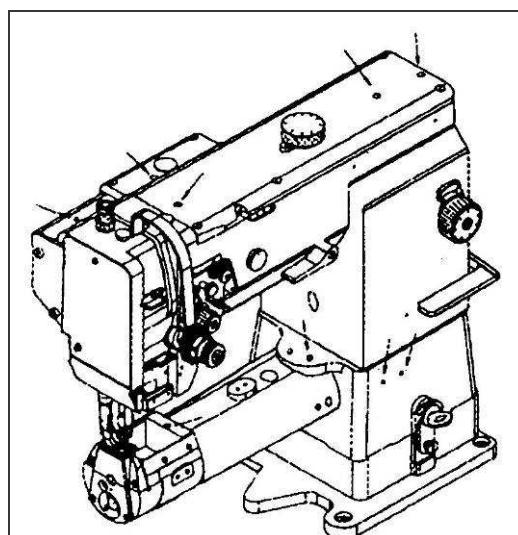

Figure 14
14. Réglage de la longueur du point et marche arrière (fig.14) :